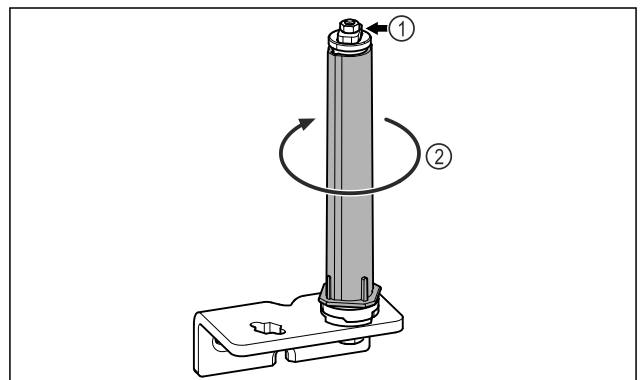

Fig. 28
- Ikke demonter dørlåsesystemet Fig. 28 (1).
- ▶ Drei låsesystemet *Fig. 28 (2)*, til det klikker.